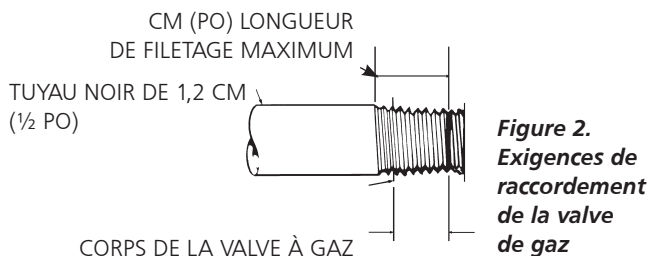

Figure 2. Exigences de raccordement de la valve de gaz
- Les filetages mâles sur les tuyaux destinés à être installés dans la valve de gaz doivent satisfaire aux exigences de la figure 2. Les filetages plus longs que ceux indiqués à la figure 2 peuvent provoquer une distorsion et un dysfonctionnement de la valve de gaz.